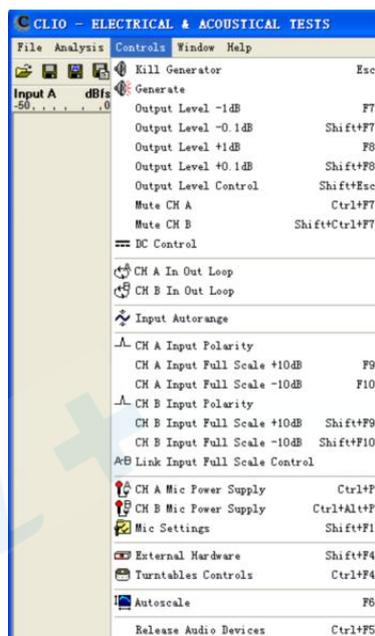

图4-12
1) [Controls]控制菜单主要是实现对CLIO硬件的一些操控设定，如图4-12